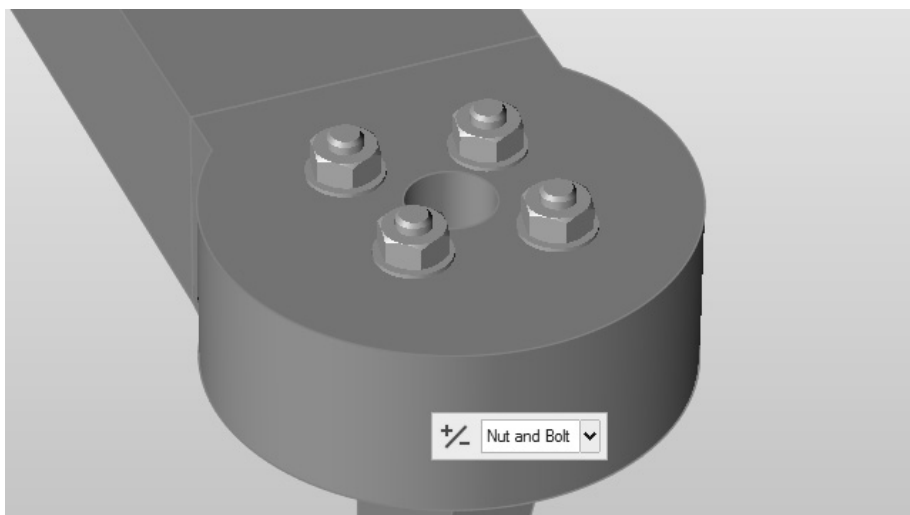

图 11-26
9) 框选这些螺栓，并在小对话框中单击 +/- 按钮反转这 4 个螺栓的方向，如图 11-26 所示。